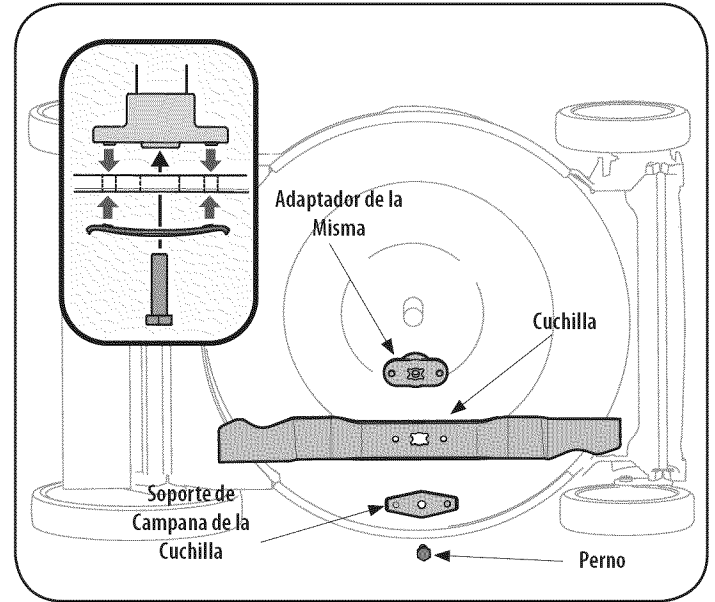

Figura 13
2. Saque el perno y el soporte de campana de la cuchilla que sostienen la cuchilla y el adaptador de la misma al cigüeñal del motor. Vea la Figura 13.
5. Lubrique el cigüeñal del motor y la superficie interna del adaptador de la cuchilla con aceite ligero. Deslice el adaptador de la cuchilla sobre el cigüeñal del motor. Instale la cuchilla en el adaptador con el lado marcado "Bottom" (inferior) (o con el número de parte) hacia el piso cuando la cortadora de césped está en posición de funcionamiento. Asegúrese que la cuchilla quede alineada y asentada en las bridas del adaptador. Vea la Figura 13 inserto.